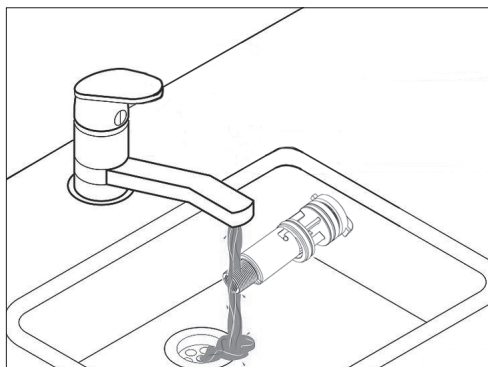
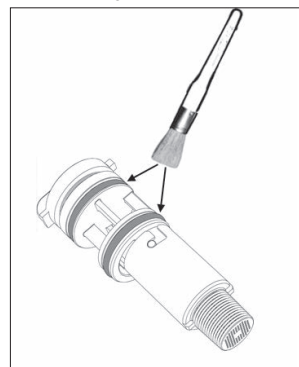

fig. 196 -
fig. 197 -
- È così possibile pulire il flussometro (vedi fig. 196 e fig. 197) oppure sostituirne i componenti.